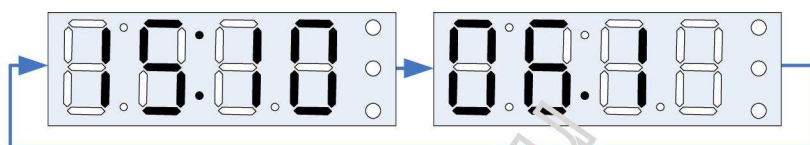

Рис.32
4.3.11 Для просмотра времени и скорости прохождения СОД необходимо кратковременно (не менее 1 сек. и не более 2 сек.) нажать кнопку «Контроль». После этого на индикаторе отобразится время регистрации (часы и минуты) и скорость прохождения СОД (км/ч), сопровождаемые кратковременными звуковыми сигналами. Для примера на Рис.32 показана информация о регистрировании СОД в 15 часов 10 минут, скорость прохождения 6,1 км/ч.